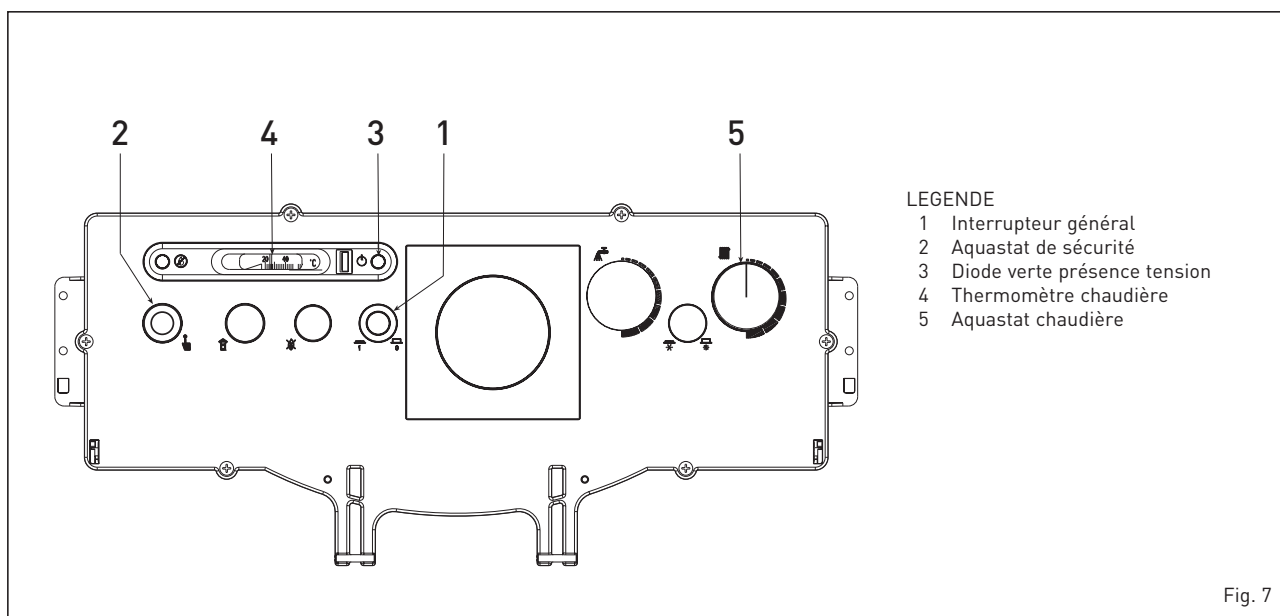

Fig. 7
3.2.1 Mise en marche de la chaudière (fig. 7)
- régler l'aquastat chaudière (5) sur une température non inférieure à 60°C. Pour contrôler la valeur de température programmée, consulter le thermomètre (4)
- programmer la température du sanitaire en agissant sur l'aquastat du bouilleur (6). Pour contrôler la valeur de température programmée, consulter le thermomètre (7)
3.2.2 Aquastat de sécurité (fig. 7)
3.2.4 Extinction de la chaudière (fig. 7)